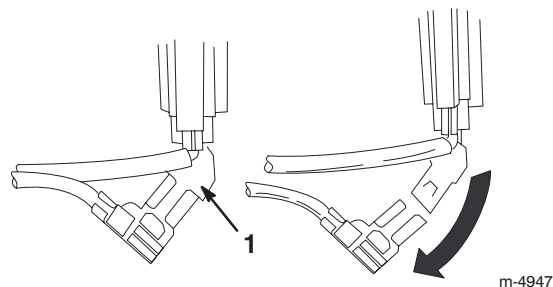

Figure 22
6. Débranchez le clip du fil de terre vert sous le starter (Fig. 22).